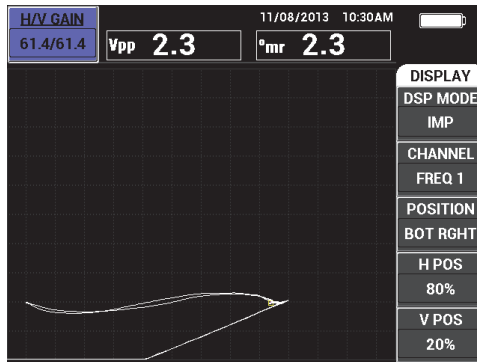

図 4-3 プローブリフトオフ – 最初に水平ではない場合
- リフトオフが水平ではない (79 ページの図 4-3 を参照)